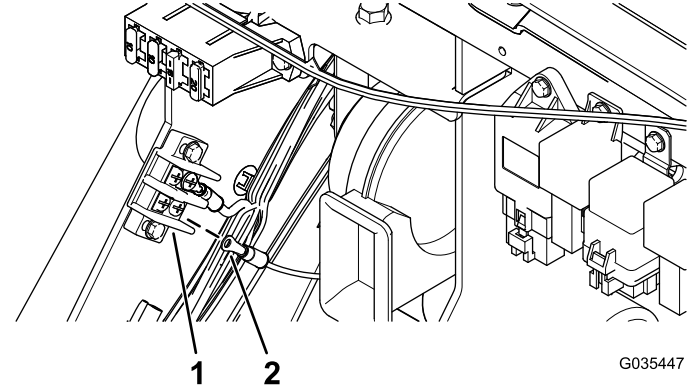
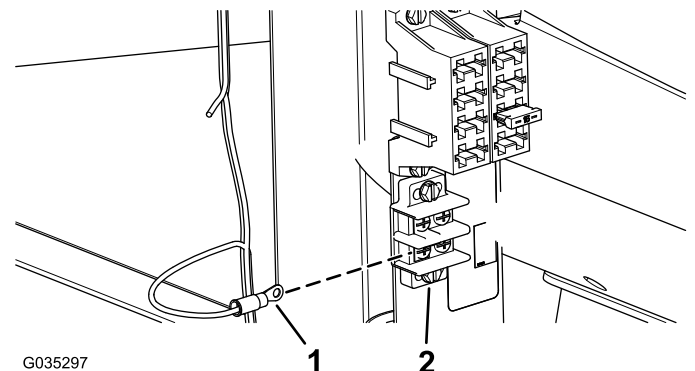

Figura 12
Figura 13
2. Collegate il morsetto ad anello del cablaggio preassemblato alla morsettiera di messa a terra (Figura 12 o Figura 13).